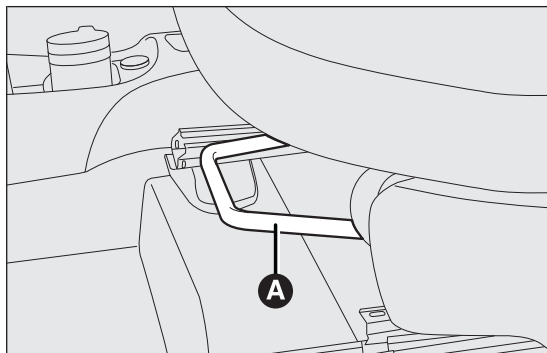
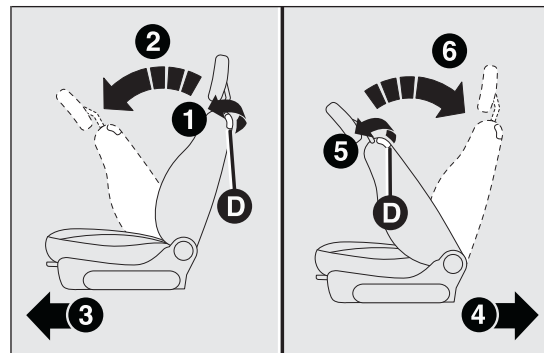

fig. 16
fig. 19
Soulever le levier A fig. 16 et pousser le siège vers l'avant ou vers l'arrière : en position de conduite, les bras doivent reposer sur la couronne du volant.
Pour rabattre le dossier, actionner le levier D fig. 19 (mouvement 1) et pousser le dossier en avant, jusqu'à ce qu'il se bloque (mouvement 2) ; relâcher le levier D et, en poussant sur le dossier, faire coulisser le siège en avant (mouvement 3).
Pour ramener le siège dans sa position d'origine, le faire coulisser en arrière en poussant sur le dossier jusqu'au blocage du siège (mouvement 4), actionner le levier D fig. 19 (mouvement 5) et soulever le dossier (mouvement 6) jusqu'au déclic de blocage.
**ATTENTION** Si l'on actionne le levier D fig. 19 avant de bloquer le siège dans sa position initiale, on perd la position d'origine : dans ce cas, il faudra régler la position longitudinale du siège à l'aide du réglage longitudinal A fig. 16.
Pour remettre le siège dans sa position d'origine, le faire coulisser en arrière en poussant sur le dossier jusqu'à la position souhaitée (mouvement 4) ; actionner le levier D fig. 19 (mouvement 5) et soulever le dossier (mouvement 6) jusqu'au déclic de blocage.